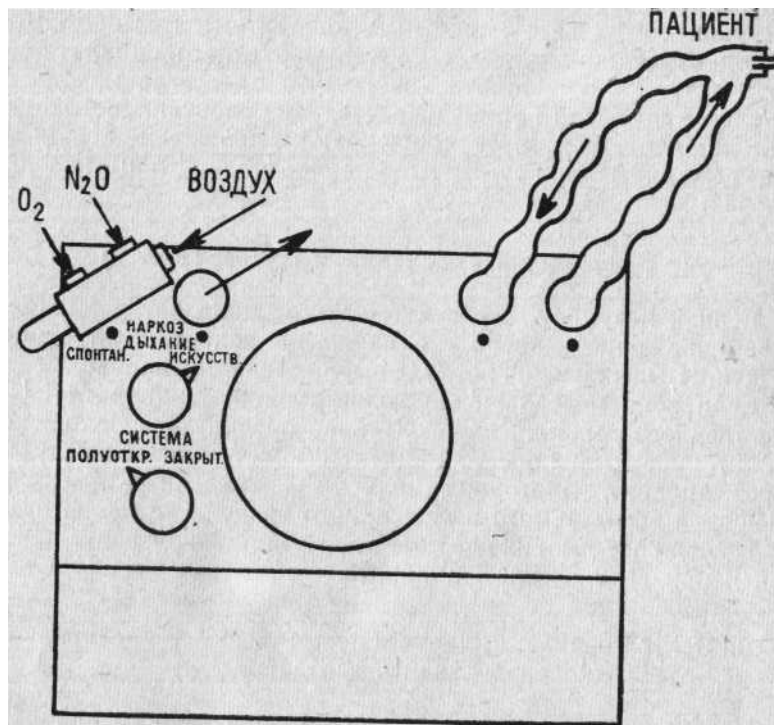

Рис. 8. Схема работы аппарата при искусственном дыхании смесью воздух—кислород, кислород—закись азота
2. Искусственное дыхание смесью воздух—кислород, кислород—закись азота (рис. 8)
Если во время наркоза предполагается проводить управляемое дыхание с помощью аппарата, то собирается схема (рис. 8). Вводная часть наркоза, вплоть до полного исчезновения самостоятельного дыхания, проводится при повороте крана в положение «спонтанное дыхание». При этом пациент дышит через наркозный аппарат и респиратор объемный. Сопротивление дыханию при этом невелико. Затем поворотом крана в положение «искусственное дыхание» включается